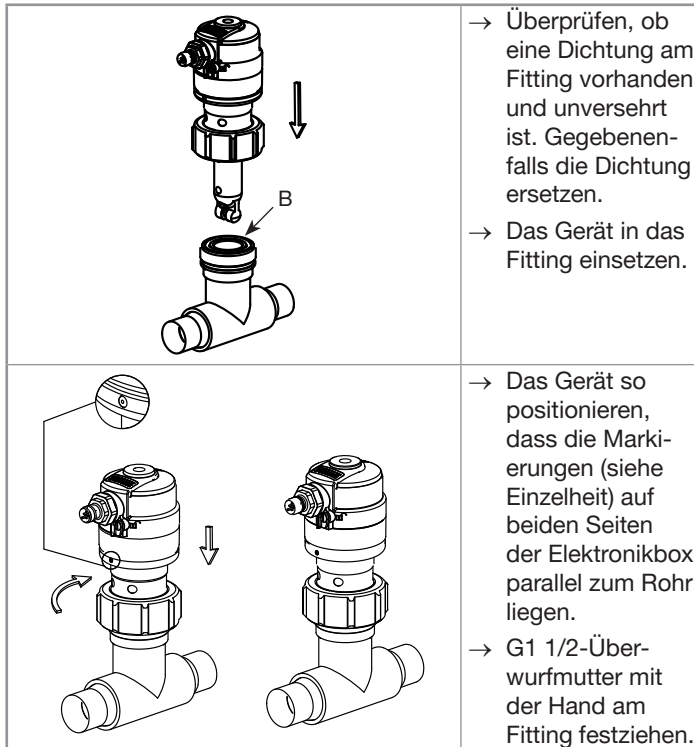

Abb. 10: Installation des Geräts am Fitting
- Das Gerät am Fitting montieren (siehe Abb. 10).
- Das Gerät so positionieren, dass die Markierungen (siehe Einzelheit in Abb. 10) auf beiden Seiten der Elektronik-Dose parallel zum Rohr liegen.